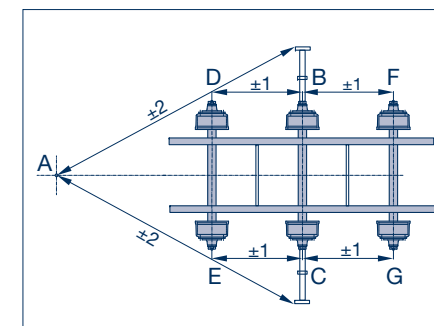
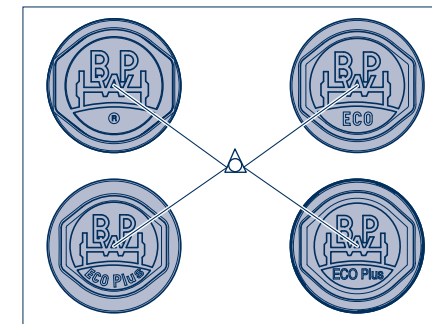

Рисунок 5
Рисунок 10
- [7] Выполнять измерения повторно, пока диагональные размеры А - В и А - С не будут одинаковыми (рисунок 5).
- [10] Измерить расстояние от исходной оси до следующей оси с помощью концов кернера, установленных в треугольниках колпаков колес (рисунок 10) или в фасках цапф оси в случае старых колпаков; допуск: ±1 мм (рисунок 5).